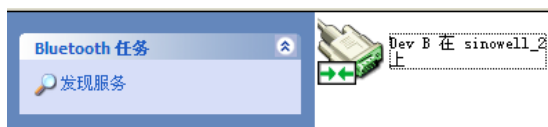

图 13 蓝牙串口连接成功
蓝牙连接成功后，在“我的蓝牙位置”中出现  sinowell_2 未知: 主要 (31), 图标，双击该图标后，出现“Dev B 在 sinowell_2 上”图标，如图 13 所示：